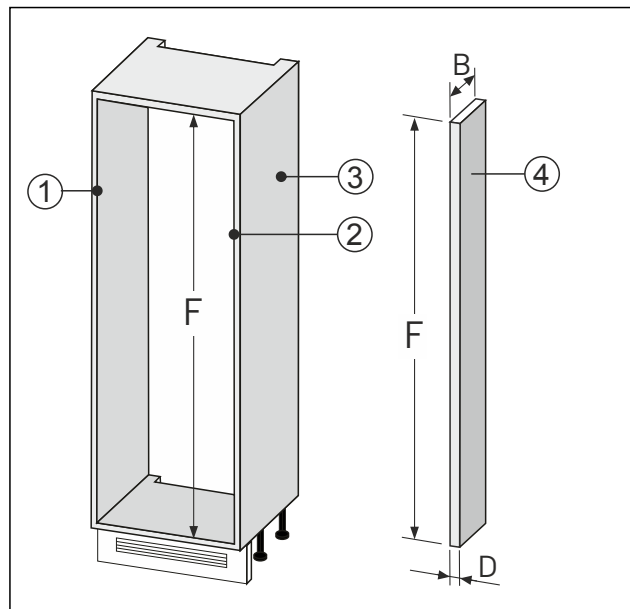

Fig. 92
► Izravnavo stene Fig. 92 (4) izvedite skladno z zgornjimi merami.